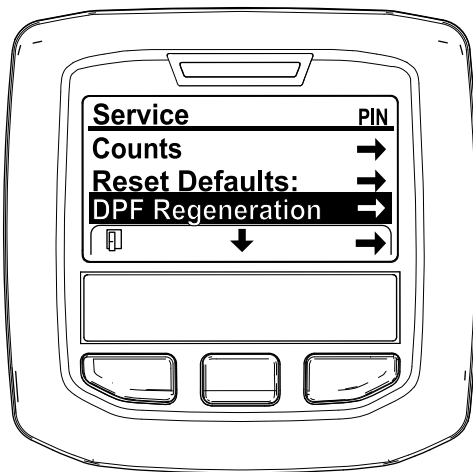

Figura 43
3. En el menú SERVICE (Servicio), pulse el botón del medio hasta que aparezcan las opciones de DPF REGENERATION (Regeneración de DPF) y pulse el botón derecho para seleccionar la opción DPF REGENERATION (Regeneración de DPF) (Figura 43).